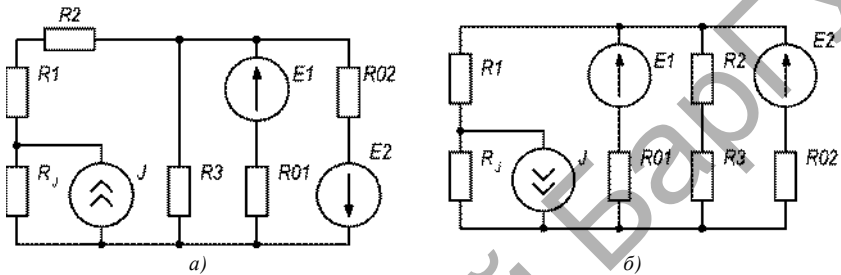

Рисунок 1.31
**Задача 1.17.** Определить токи во всех ветвях цепи (рис. 1.31), мощности всех элементов, КПД цепи, используя исходные данные таблицы 1.17.